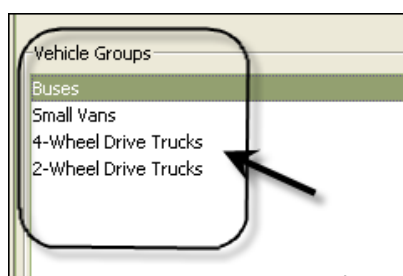

FIG. 153
4. Les noms de groupe de véhicules que vous avez créés pendant l'étape 3 (ci-dessus) sont ajoutés à la liste des groupes de véhicules affichée du côté "Vehicle Groups" (Groupes de véhicules) de l'écran. Dans la FIG. 153, quatre groupes de véhicules sont mentionnés : "Buses" (Autobus), "Small Vans" (Fourgonnettes), "4-Wheel Drive Trucks" (camions à 4 roues motrices) et "2-Wheel Drive Trucks" (Camions à 2 roues motrices).